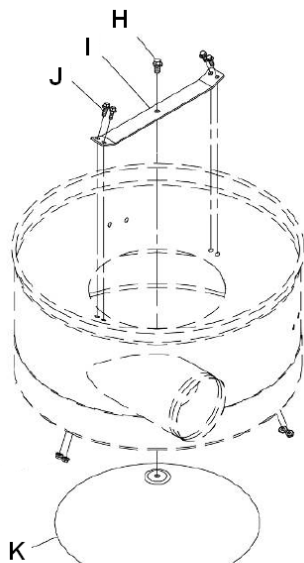

Fig 8
Montieren Sie die Kegelhalterung (I, Fig 8) am Gehäuse mit 4 Sechskantschrauben (J) und Muttern.